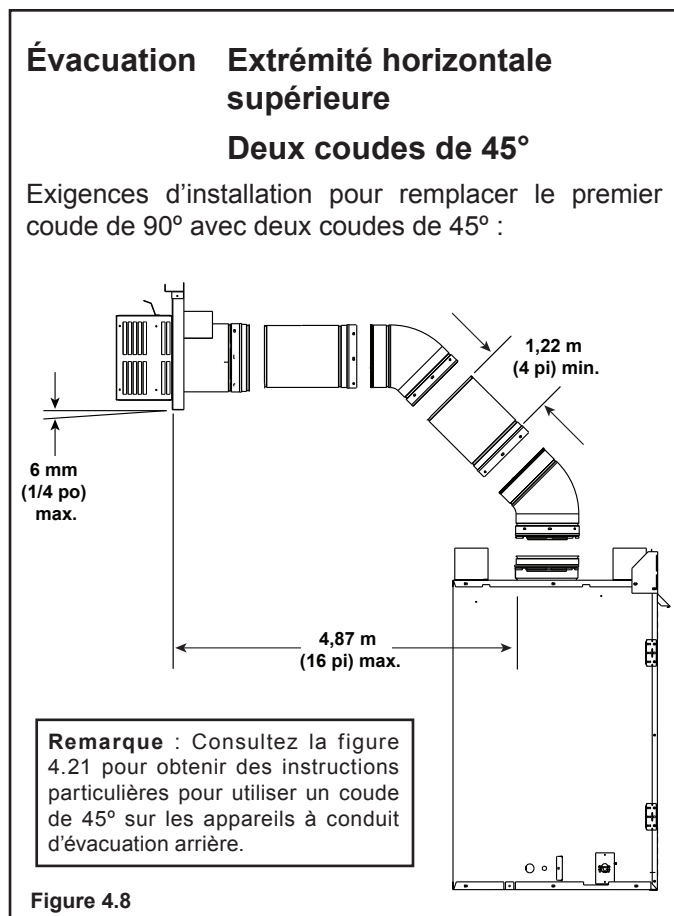

Figure 4.8
Pour remplacer le premier coude de départ avec deux coudes de 45°, voir la figure 4.8. Tous les autres coudes de 90° peuvent être remplacés par deux coudes de 45°.
- Le chapeau de l'extrémité horizontale devrait avoir une inclinaison vers le bas de 6 mm (1/4 po) afin de permettre à toute humidité dans le chapeau d'être libérée. Voir la figure 4.8.